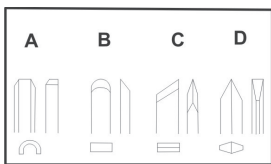

рис. 5
3.3.3 Виды применяемых резцов (в комплект поставки не входят) рис.5: